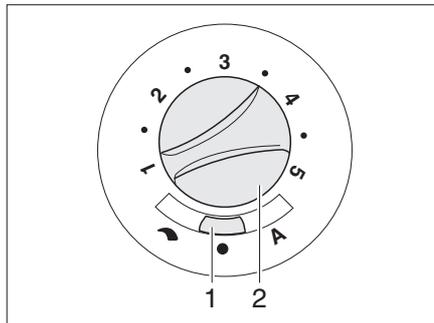

Bild 110 Bedienschalter für Umluftgebläse (12 V)
- Den Schiebeschalter (Bild 110,1) auf "Handregelung" (Symbol einer Hand) oder "A" (Automatikbetrieb) stellen.
- Wenn am Schiebeschalter (Bild 110,1) "Handregelung" (Symbol einer Hand) eingestellt ist: Mit dem Drehknopf (Bild 110,2) die gewünschte Leistung des Umluftgebläses einstellen.
- Den Schiebeschalter (Bild 110,1) auf "●" (Aus) stellen. Bei Heizbetrieb ist diese Schalterstellung außer Funktion.